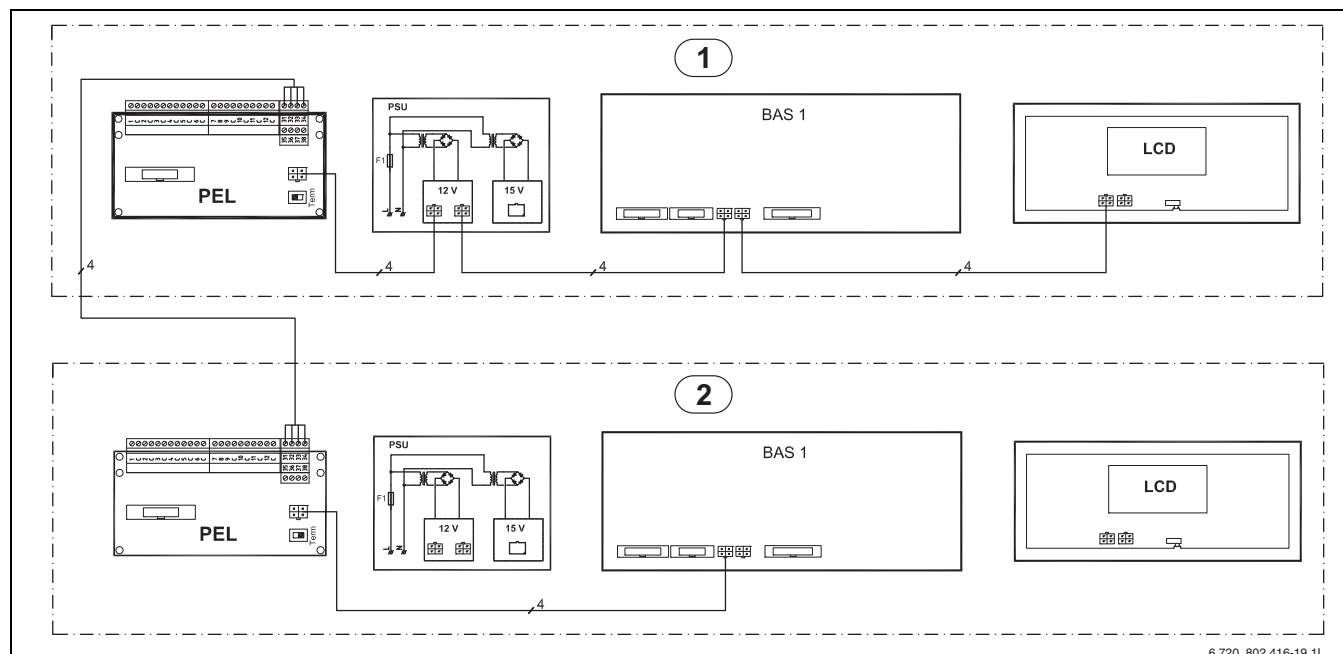

Bild 71 CANbus översikt med två värmepumpar 6-17kW
PSU och LCD (→ bild 71) i värmepump 2 är anslutna från fabrik, dessa kopplas bort och används inte vid kaskadkoppling.
4. Koppla om CANbus med existerande CANbus-kablage i värmepump 2 (→ bild 71)